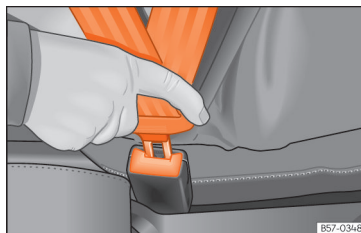

Abb. 25 Schlosszunge des Sicherheitsgurts in das Gurtschloss einstecken.
- Schlosszunge fest in das zum Sitzplatz gehörende Gurtschloss stecken »» (Abb. 25).